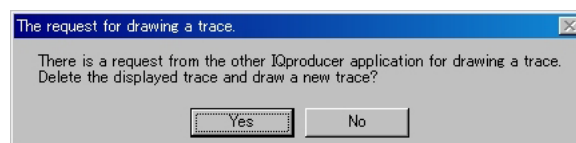

図3.1.4-2 確認表示
- (1) CCDF グラフ画面の左下にある [Quick Add mode] を [Clear] に設定します。
- (2) [CCDF] ボタンをクリックすると, 図 3.1.4-2 のようなメッセージが表示されます。